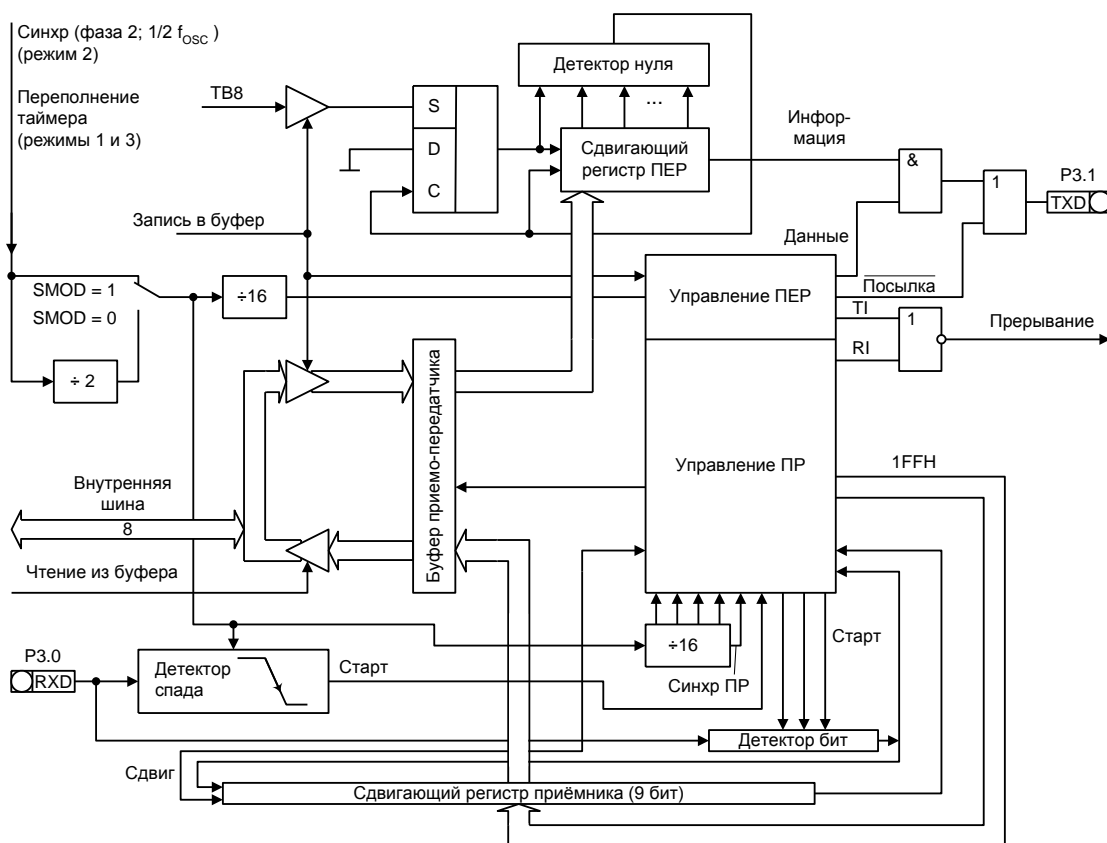
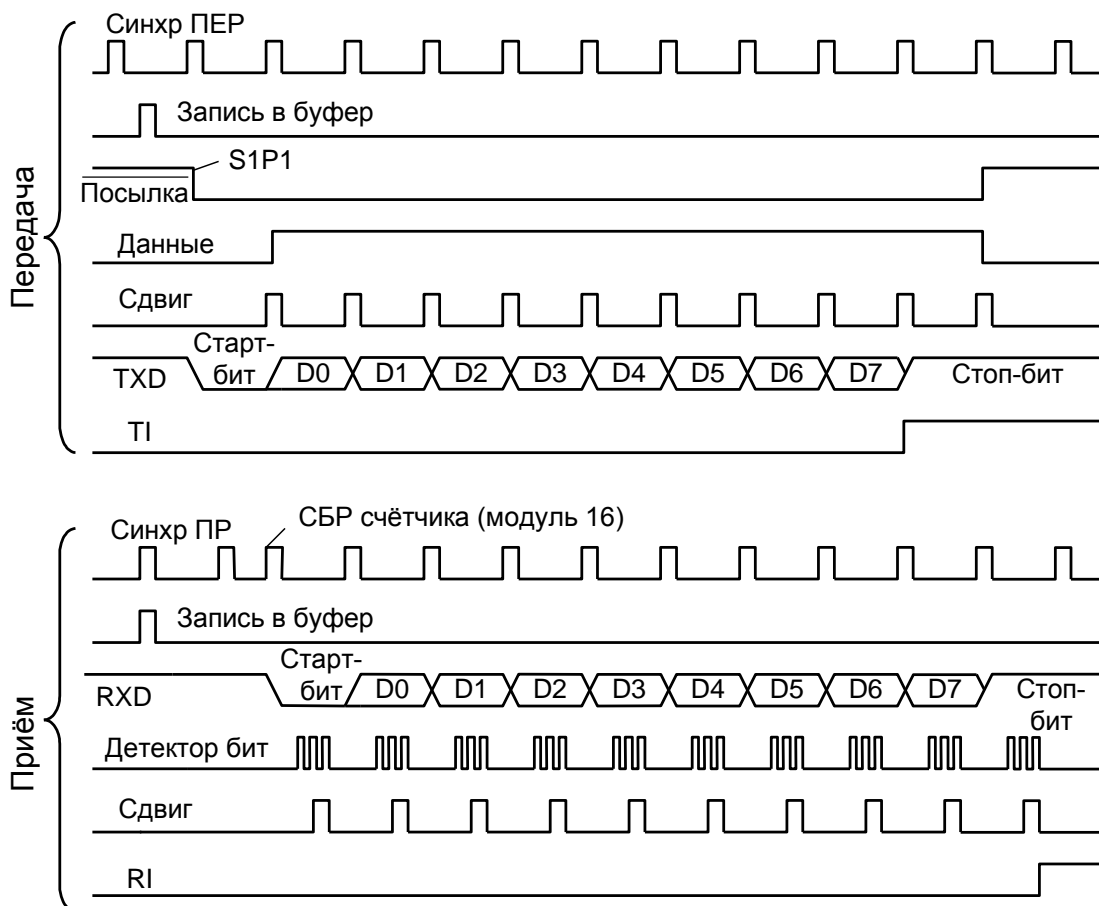

Рис. 15. Структурная схема UART в режимах 1,2 и 3
Рис. 16. Временная диаграмма работы UART в режиме 1
Режим 1. На рис. 15 показана структурная схема UART, а на рис. 16 – временные диаграммы работы UART при приёме и передаче данных. Через вывод TXD UART передаёт, а с вывода RXD принимает 10 бит: старт-бит (0), 8 бит данных и стоп-бит (1). При приёме стоп-бит поступает в бит RB8 регистра SCON [1].